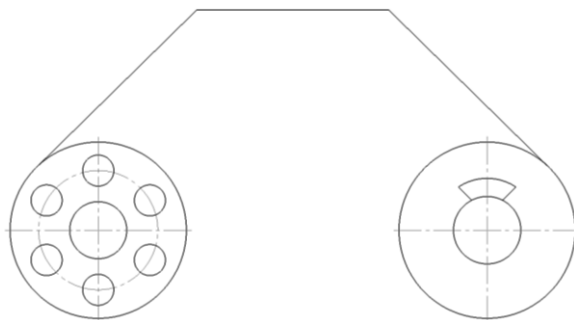

Рис. 54. Удаление частей элементов
2.10.6 На компактной панели. Выбрать окно **Редактирование** – **Усечь кривую** . Удалить боковые и нижнюю часть окружности диаметром 40 (рис. 54).